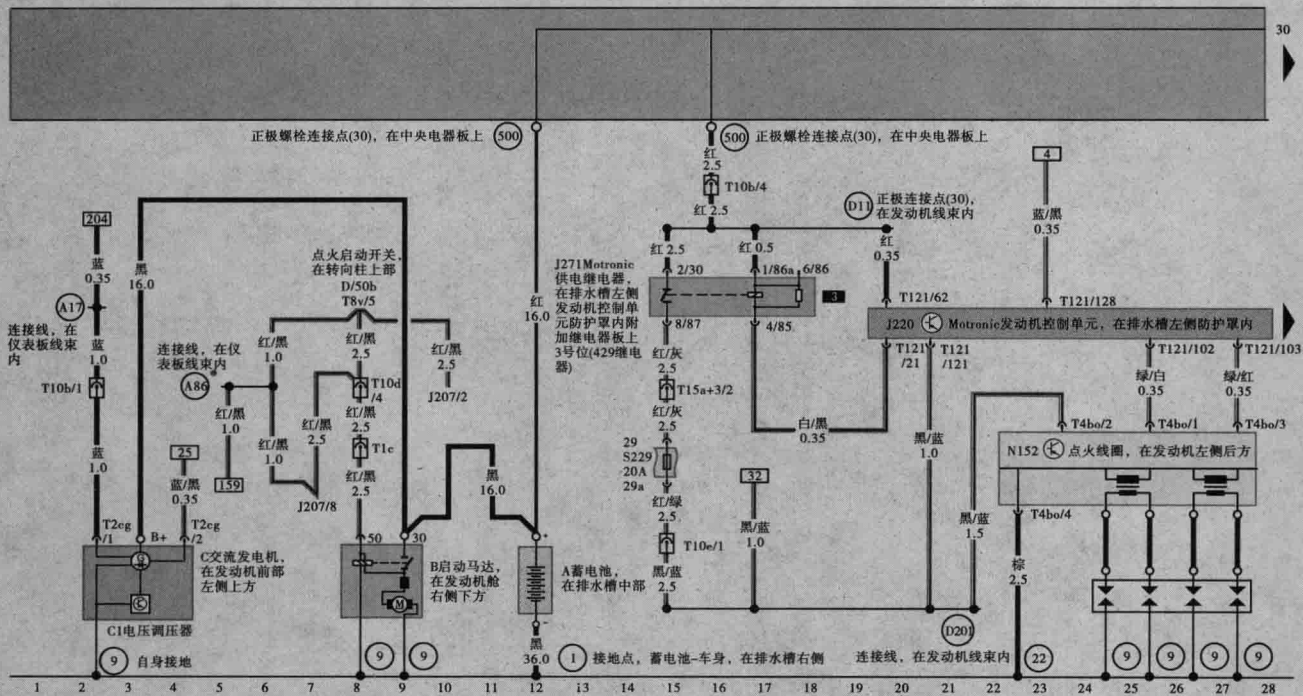
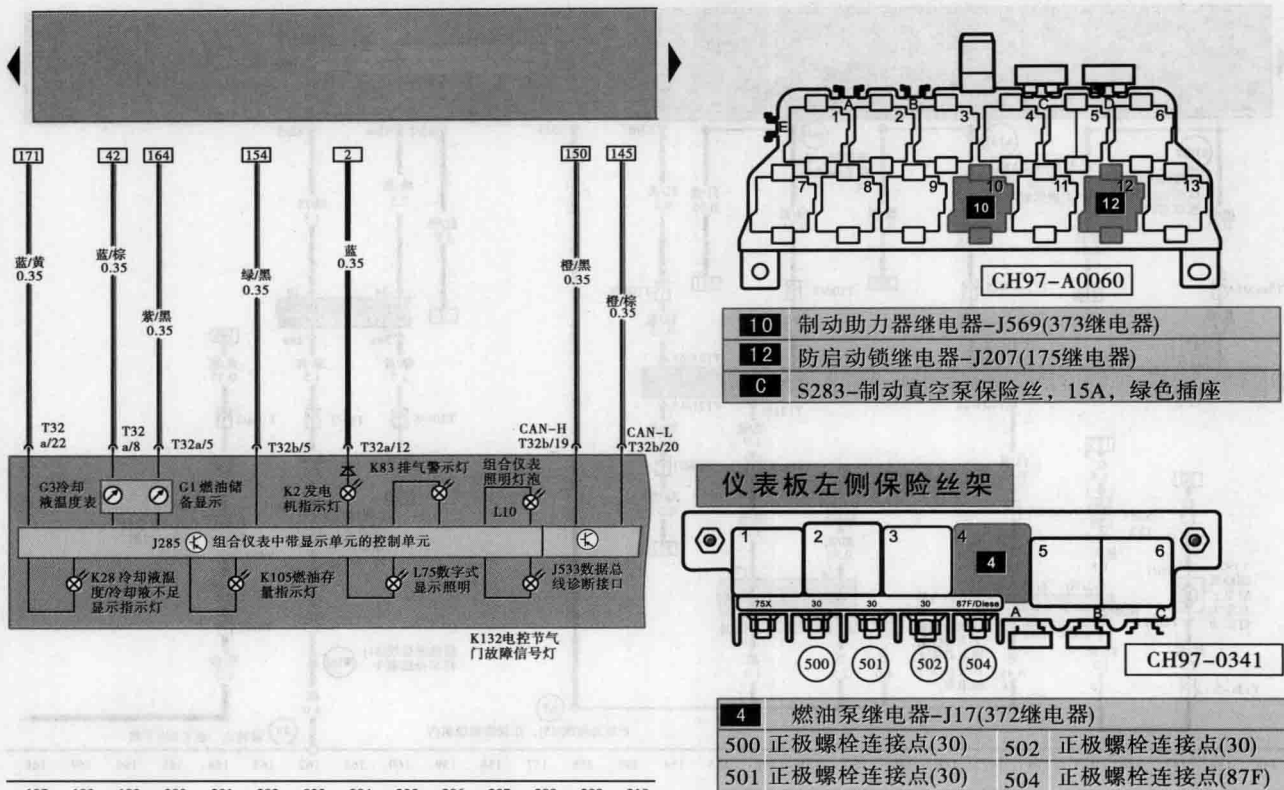

图1-1 2.0L-Motronic/85kW发动机控制系统（型号BNL）电路（1）
图 1-8 2.0L-Motronic/85kW 发动机控制系统 (型号 BNL) 电路 (8)
2.0L-Motronic/85kW发动机控制系统（型号BNL）电路如图1-1 ~ 图1-8所示。